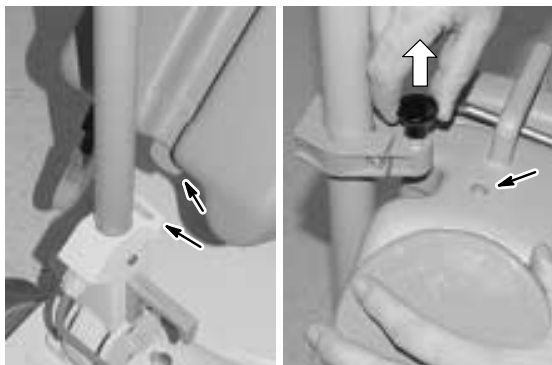

FIG. 3
2. Insérez la patte située au fond du réservoir de solution dans la fente du support de réservoir, située près de la base de la poignée, comme indiqué. Fixez le sommet du réservoir avec la bride de support supérieure, comme indiqué. Puis serrez les boulons de la bride de support supérieur (Figure 3).